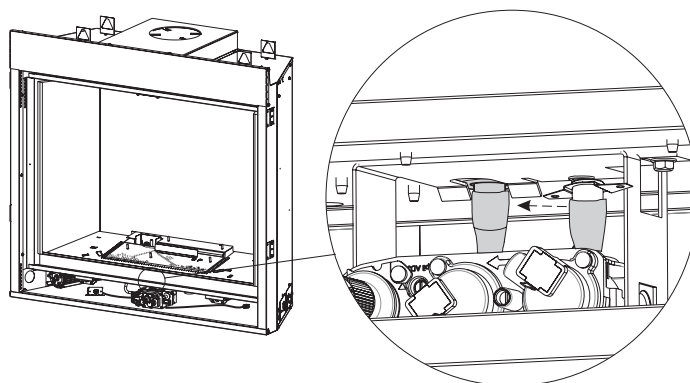

Figure 16
13. Installer le thermodisque en l'enclenchant dans le support prévu à cet effet sous l'ensemble de soupape de brûleur. **Voir Figure 16.**